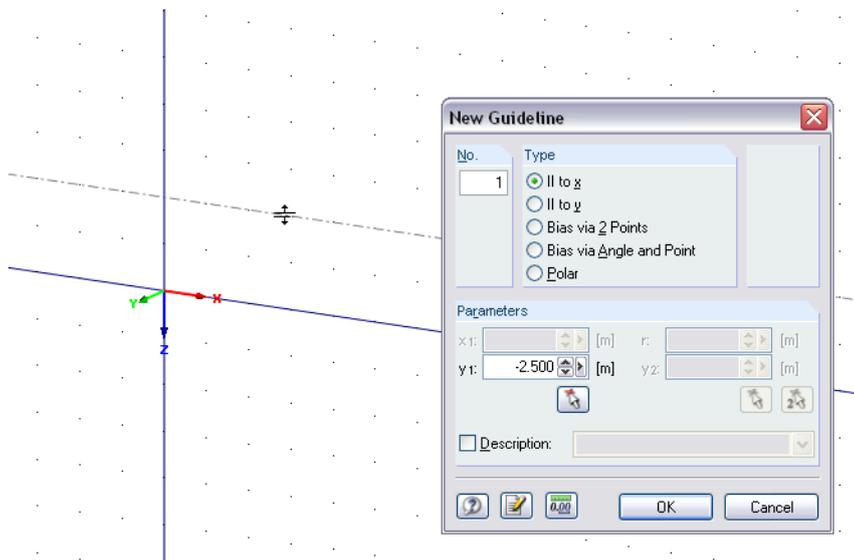

Figura 11.61: Crear líneas auxiliares gráficamente
- haga clic en un eje del plano de trabajo para desplazarlo en una dirección paralela (Figura 11.61).